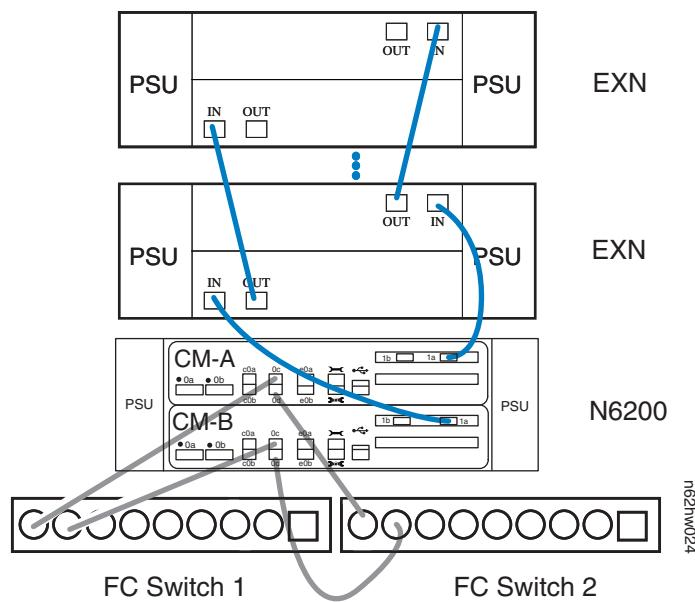

图 9. 将 N6200 系统扩展适配器用电缆连接到存储扩展单元
3. 如第 17 页的图 9 所示，将顶部控制器模块 (CM-A) 的双端口扩展适配器端口 1a 用电缆连接到第一个存储扩展单元通道 A ESH4 或 AT-FCX IN 端口。
4. 如第 17 页的图 9 所示，将底部控制器模块 (CM-B) 的双端口扩展适配器端口 1a 用电缆连接到第一个存储扩展单元通道 B ESH4 或 AT-FCX IN 端口。
5. 如图 9 所示, 将第一个存储扩展单元通道 A ESH4 或 AT-FCX OUT 端口用光缆连接到下一个存储扩展单元通道 A ESH4 或 AT-FCX IN 端口。用纯色标签标记该电缆。
6. 如图 9 所示, 将第一个存储扩展单元通道 B ESH4 或 AT-FCX OUT 端口用光缆连接到存储扩展单元通道 B ESH4 或 AT-FCX IN 端口。用纯色标签标记该电缆。